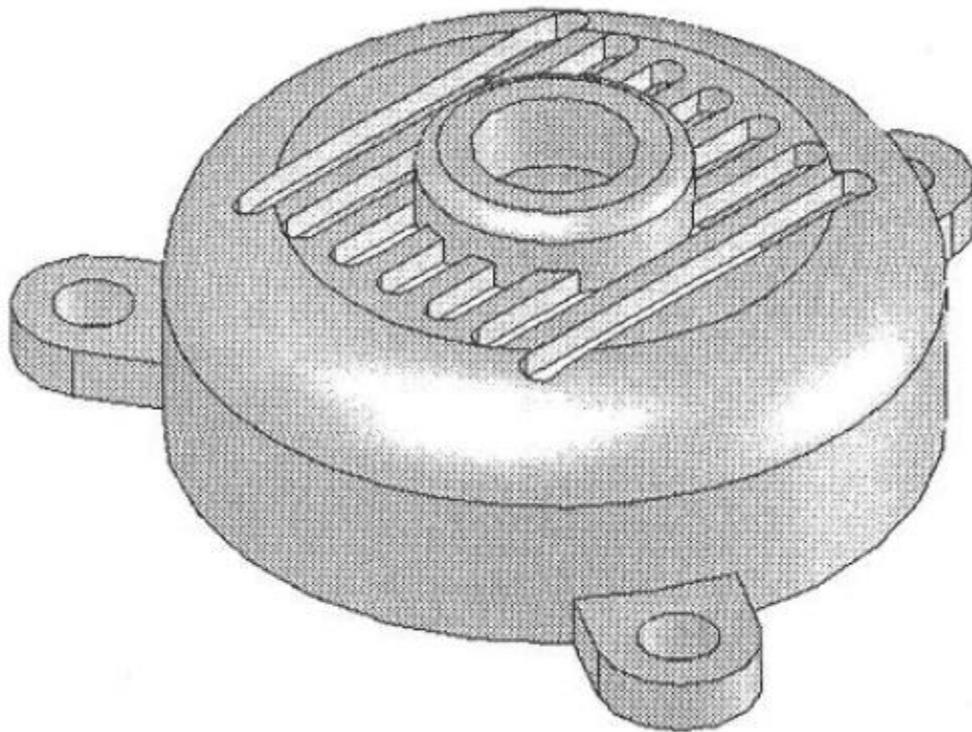
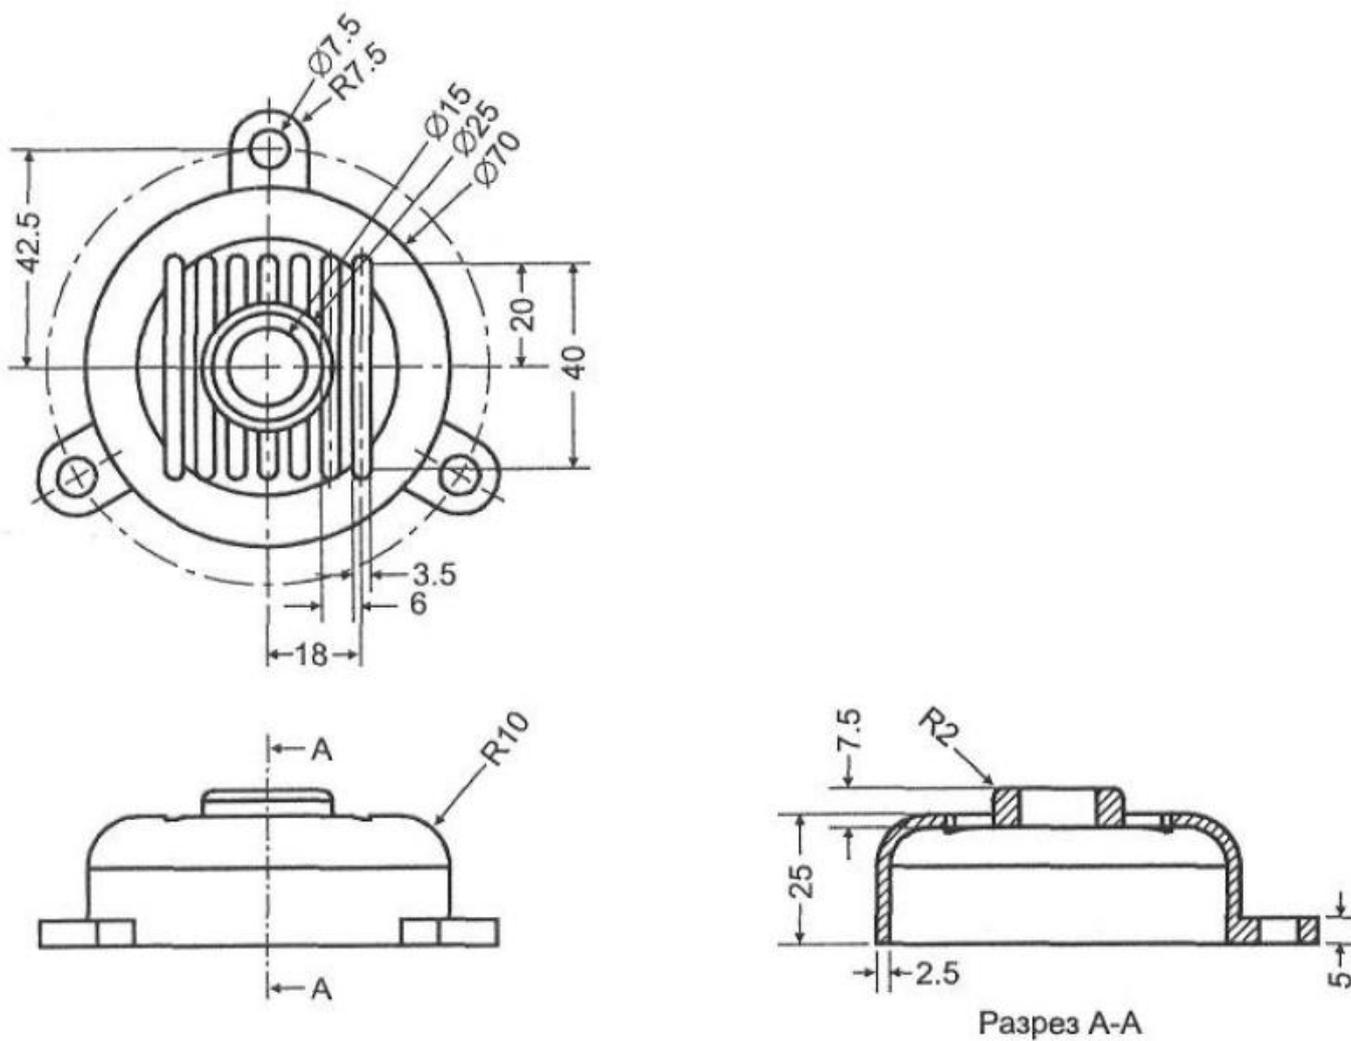
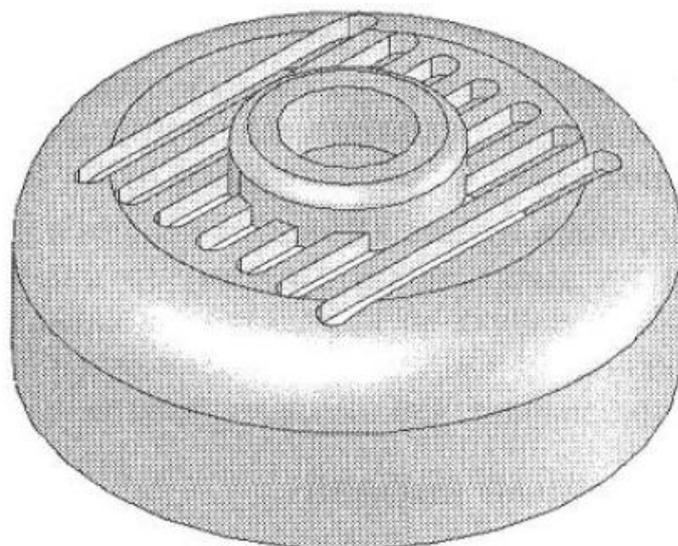

Рис. 4.25. Модель к упражнению 2
Рис. 4.26. Виды и размеры модели к упражнению 2
Рис.4.35. Модель после создания остальных элементов
В этом упражнении мы создадим модель, показанную на рис. 4.25. В процессе создания модели мы также выполним несколько операций редактирования. Виды и размеры модели показаны на рис. 4.26. Последовательность действий по созданию модели приведена далее.
8. Включите скрытые элементы и создайте оставшиеся элементы модели в соответствии с рис. 4.35 и 4.36.
Редактирование группы элементов. Как показывает рис. 4.25, созданная группа элементов не совсем удовлетворяет требованиям. Поэтому необходимо отредактировать эту группу элементов.
6. Создайте все остальные элементы модели. Размеры приведены на рис. 4.26. Модель, полученная после создания всех остальных элементов, изображена на рис. 4.35.